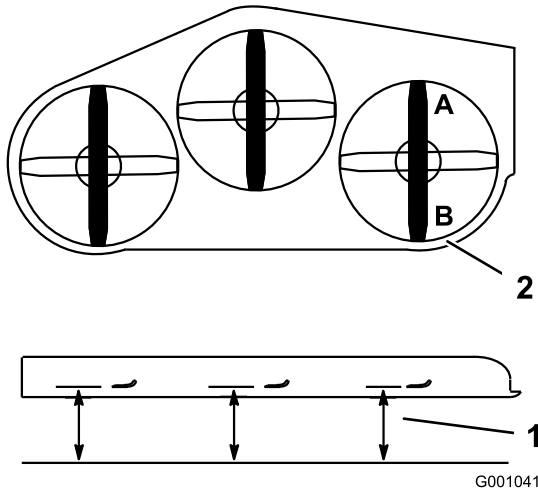

Figura 78
1. Coloque la cuchilla **derecha** en posición longitudinal (Figura 78).
2. Mida la cuchilla derecha en la posición **A** desde una superficie nivelada hasta el filo de corte del extremo de la cuchilla (Figura 78).
4. Mida la cuchilla derecha en la posición **B** desde una superficie nivelada hasta el filo de corte del extremo de la cuchilla (Figura 78).
6. La cuchilla del cortacésped debe estar entre 6 y 10 mm (1/4–3/8 pulg.) más baja en la posición **A** que en la posición **B** (Figura 78). Si no es correcta la distancia, continúe con los pasos siguientes.